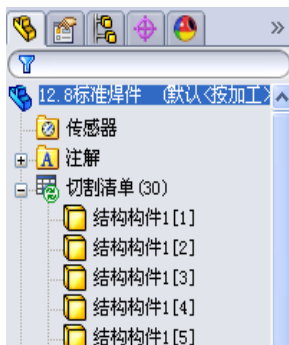

图 12-16 扩展【切割清单】文件夹
- 02 在焊件模型的【属性管理器设计树】中，扩展【切割清单】文件夹，如图 12-16 所示。